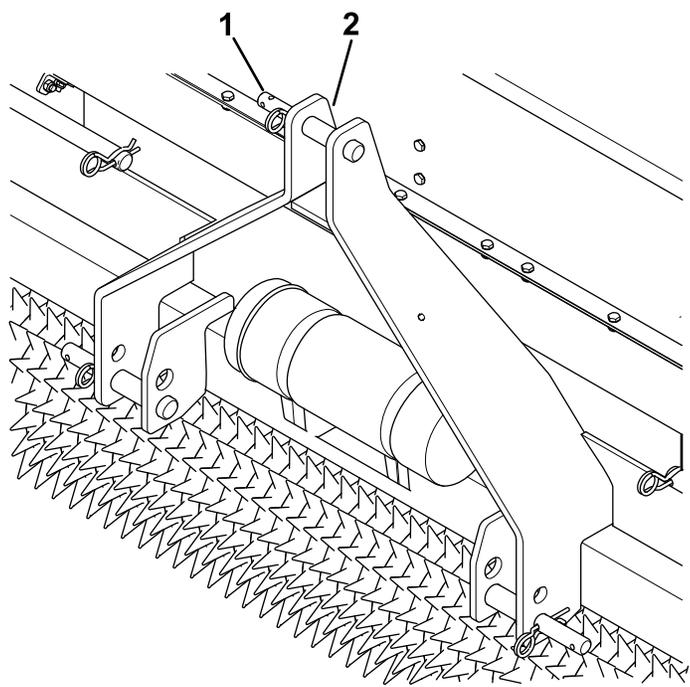

Figura 12
1. Chaveta (3) 2. Pasador de enganche (3)
6. Instale las chavetas en los pasadores de enganche (Figura 12).